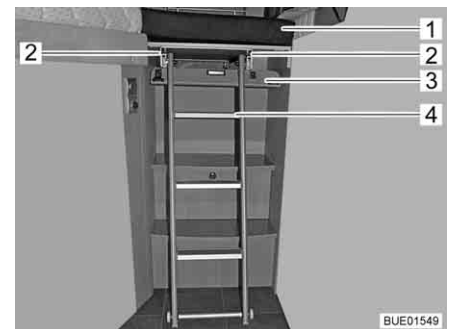

Bild 119 Bettverbreiterung mit Aufstiegsleiter
- Blende (Bild 119,3) nach unten schwenken. Die Blende wird von Magnetverschlüssen gehalten.
- Aufstiegsleiter (Bild 119,4) ausrasten und ein Stück weit aus den Schienen (Bild 119,2) herausziehen.
- Das Zusatzpolster (Bild 119,1) auf die Bettverbreiterung legen.